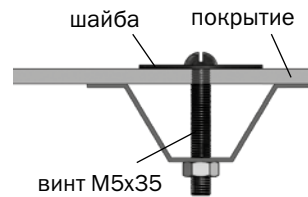

Рис.16
3. Установите боковины торца в соответствии с **рис.24**. Придерживая кусок покрытия, закрепите его винтами с шайбами по деталям **6к, 7, 8** (**рис.16**).